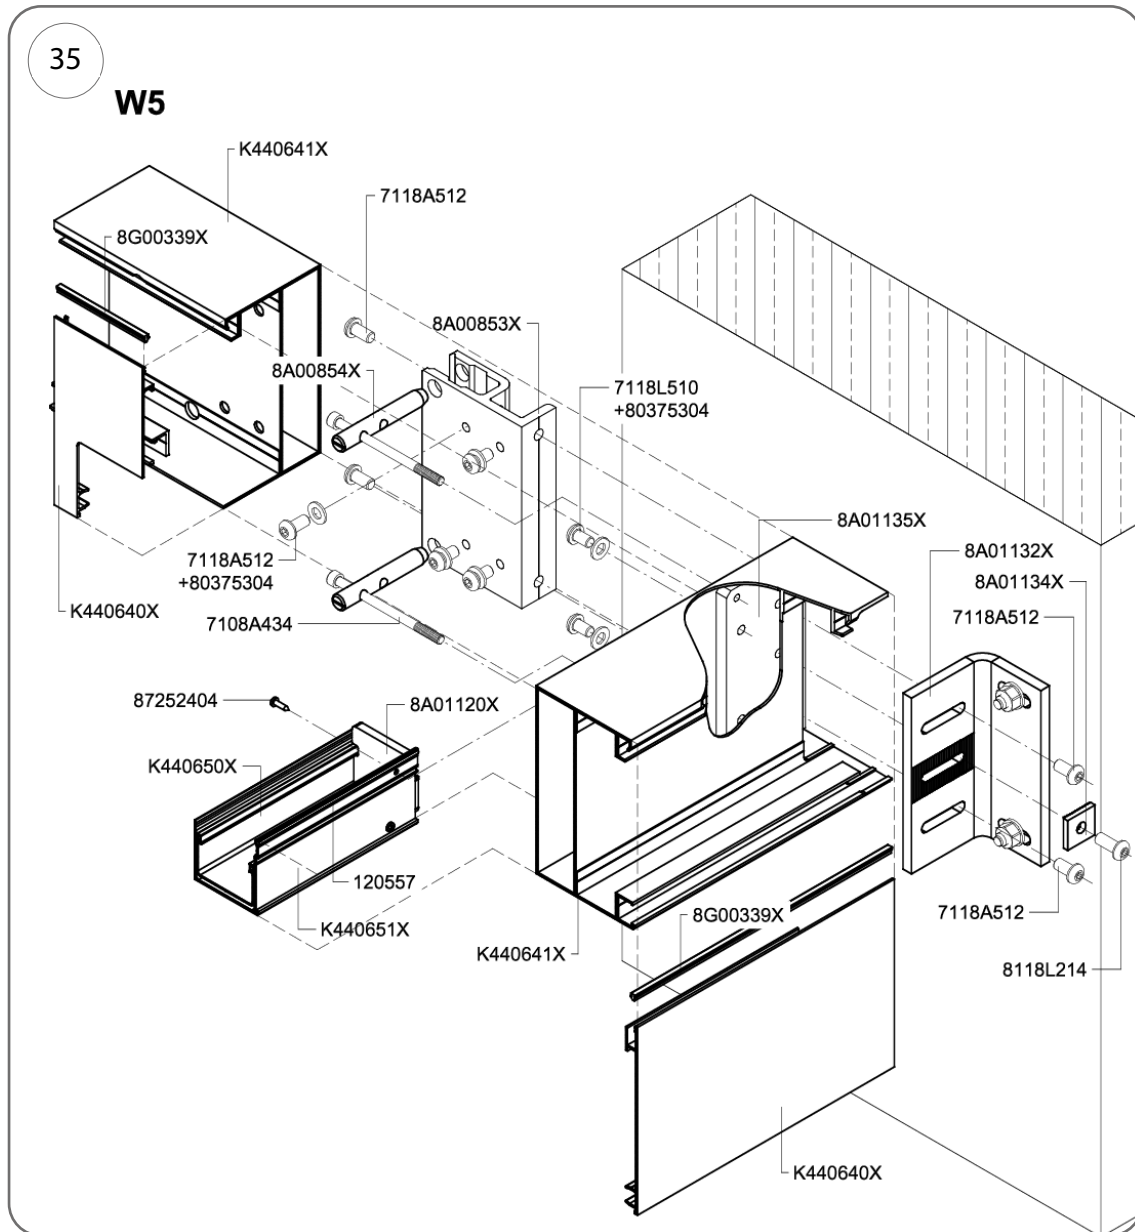
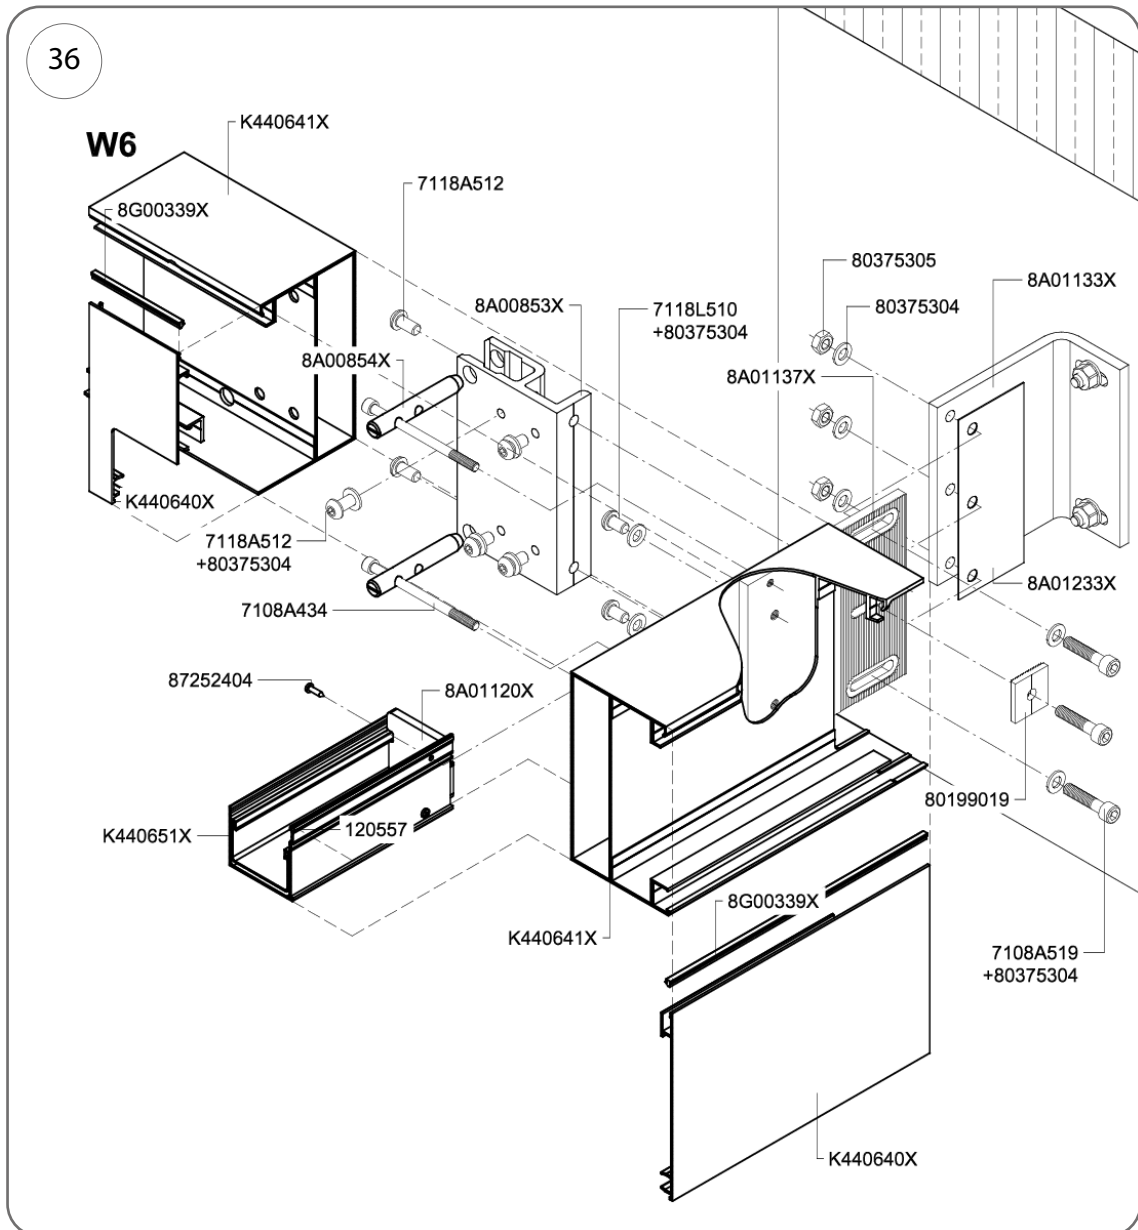

Abb. 35
Abb. 36
1. Führen Sie die Wandkonsole mit der Art.-Nr. 8A01135X (Abb. 35) und der Art.-Nr. 8A01137X (Abb. 36) ein und befestigen Sie diese mit 2 Schrauben M10 x 16 mm (Kat.-Nr. 7118L510) an der Seitenwand des Sparrens.
4. Zwei Schrauben Kat.-Nr. 7108A434 (M8 x 120 mm) durch die Bohrungen in den Bolzen 8A00854X führen und in die Platte der Wandkonsole 8A01135X (Abb. 35) einschrauben, 8A01137X (Abb. 36).